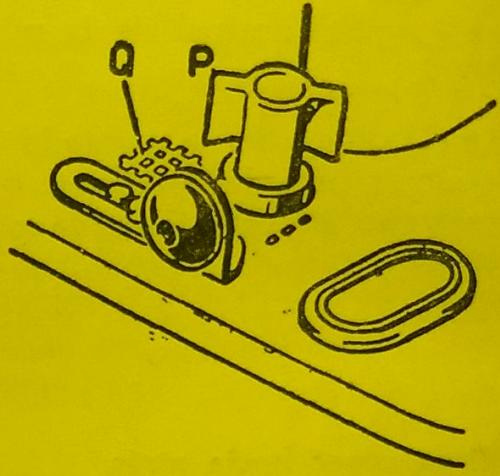

Fig. 16
- girar el botón "P" de manera que una de sus dos puntas coincida con el dibujo a cuadritos "Q" (fig. 16);